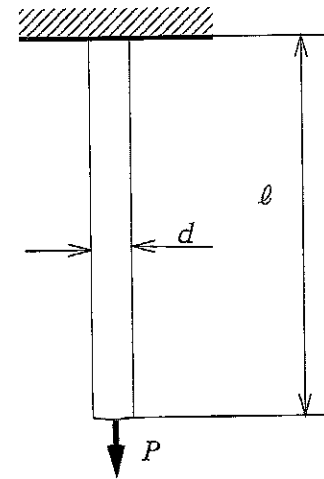

図2
(1) 図2について、静荷重 P が作用したときの円柱の伸び λ を計算する式を下記の〔数式群〕から選び、その番号を解答用紙の解答欄【A】にマークせよ。
(2) 図2について、静荷重 P が作用したとき円柱に λ の伸びを生ずるとして、円柱に蓄えられるひずみエネルギーを計算する式を下記の〔数式群〕から選び、その番号を解答用紙の解答欄【B】にマークせよ。